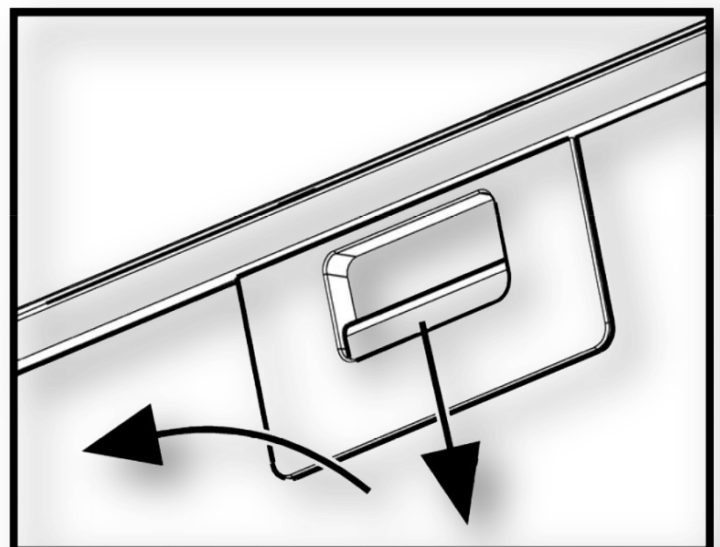

Рис.6
7.10 Для снятия алюминиевого фильтра (рис.6) необходимо нажать на пружинную задвижку 1 и, потянув на себя и вниз 2, снять фильтр с панели.